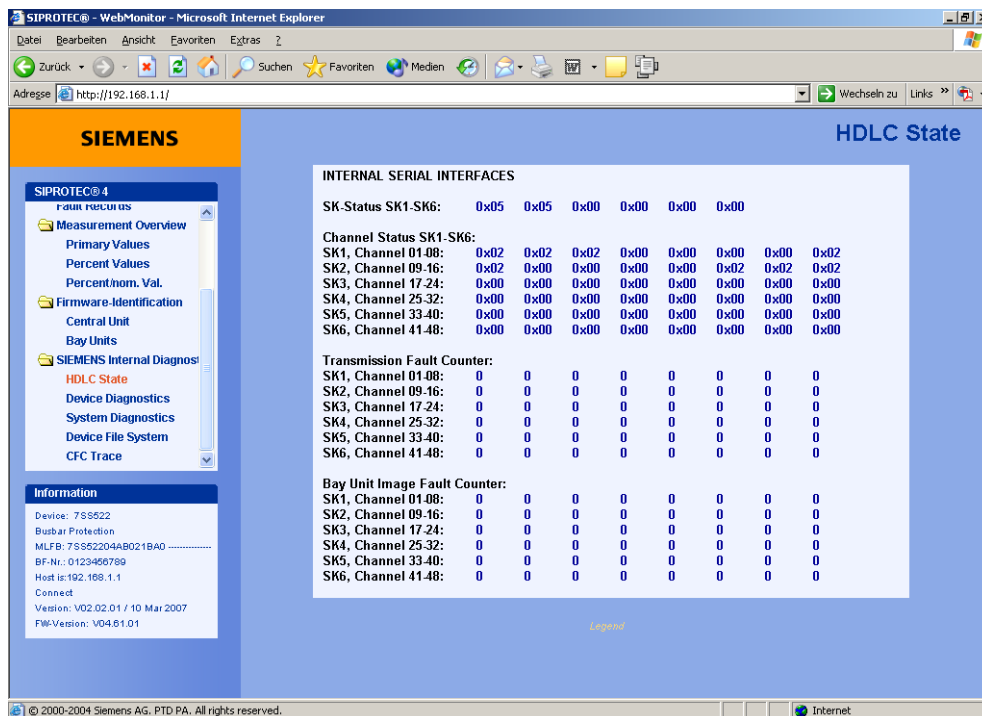

рис. 7-5 Пример отображения HDLC состояния встроенных последовательных интерфейсов
- Просматривать HDLC состояние (HDLC = High Level Data Link Control - Высокоуровневое управление каналом передачи данных) встроенных последовательных интерфейсов (рис. 7-5, стр. 287), и